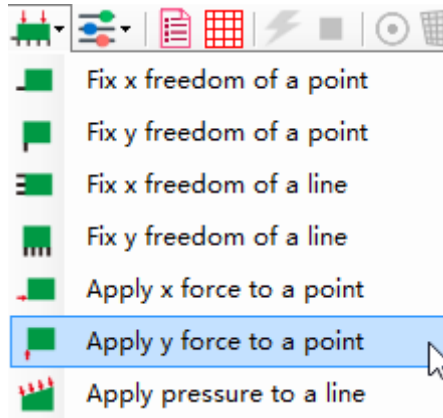
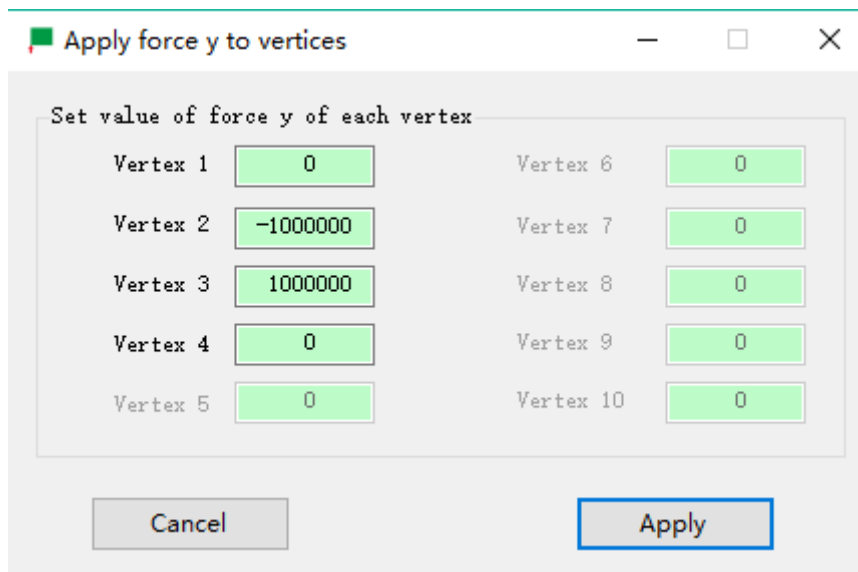

图 16 Apply y force to a point 操作程序截图
图 17 Apply force y to vertices 窗口设置
(6) 施加载荷。如图 16 所示，单击 *Apply y force to a point*。接着在弹出的 *Apply force y to vertices* 对话框中，设置 2 号和 4 号顶点的载荷值，如图 17 所示。